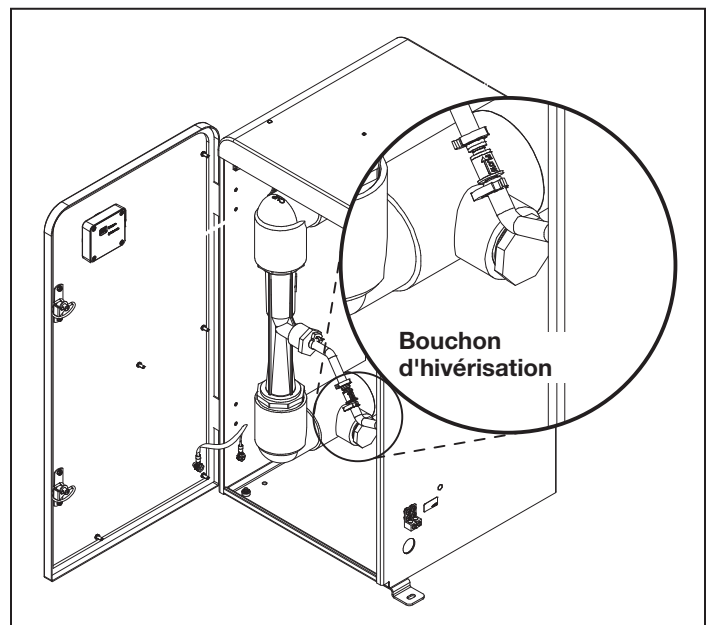

Figure 9. Emplacement du bouchon d'hivernisation
3. Localiser le bouchon de vidange de 1 po NPT et le retirer pour vidanger l'eau restante. Voir la Figure 9.